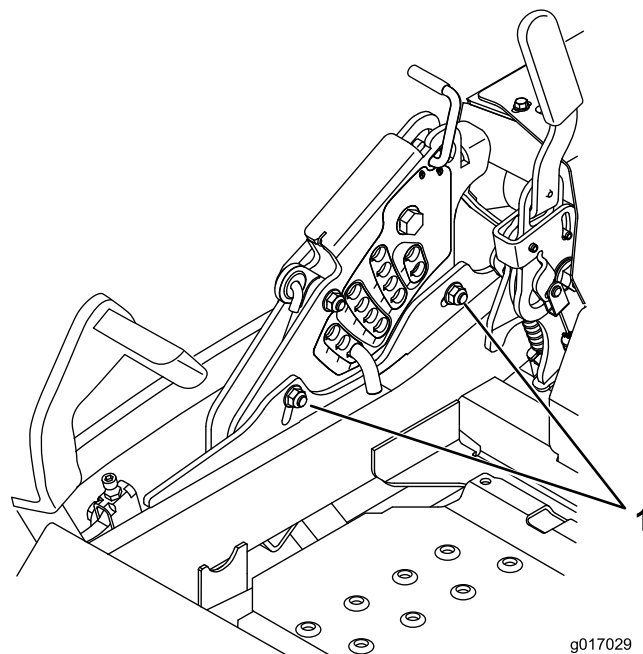

Figure 90
12. Pour régler le système monopoint, desserrez les 2 boulons au bas de la plaque de hauteur de coupe. Reportez-vous à Figure 90.
14. Serrez les 2 boulons au bas de la plaque de hauteur de coupe (Figure 90). Serrez à un couple de 37 à 45 Nm (27 à 33 pi-lb).